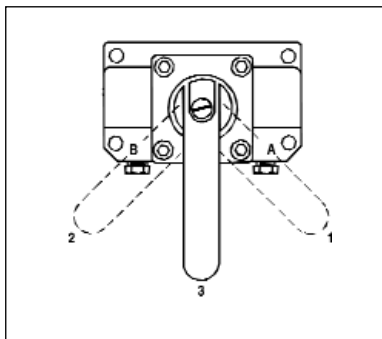

Abb. 7
**VM33, VM33L, VM43, VM43L (siehe Abb. 7)**